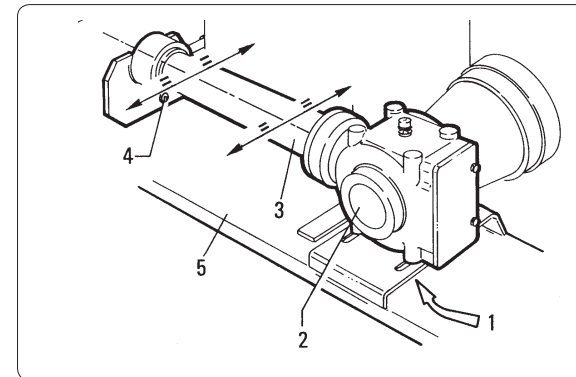

fig. 7.8.2
- 1- *die Schrauben "1" Abb. 7.8.2 zur Befestigung des Übersetzungsgetriebes und die Schraube "4" zur Blockierung der Verlängerung am Rahmen losdrehen.*